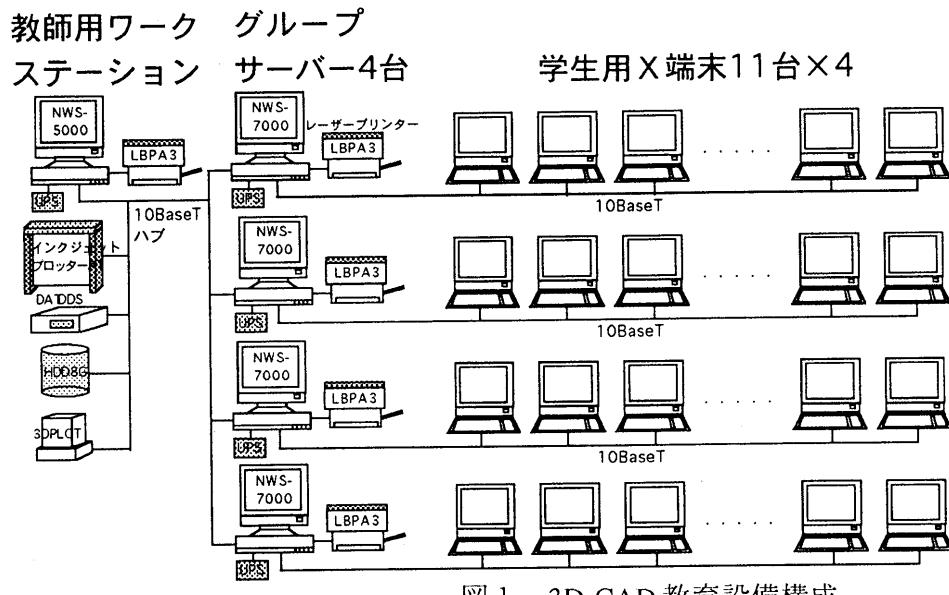

図1 3D-CAD 教育設備構成
2. 3 CAD設備 本学機械系学科には、図1に示すような5台のワークステーションと44台のX端末、三次元加工機、プロッター、レーザプリンターが設備され、設計製図教育(drafting)，プログラム言語教育，CAD/CAE実験などに利用されている。今回はその設備を利用して、三次元 CAD/CAM/CAE の最新ソフトウェア IDEAS Master series(SDRC社) を例に、三次元 CAD、部品組立て、CAM と有限要素法による構造解析シミュレーション技術の機能と能力を紹介した。特に5台のワークステーションは高速グラフィックボードを持ち、